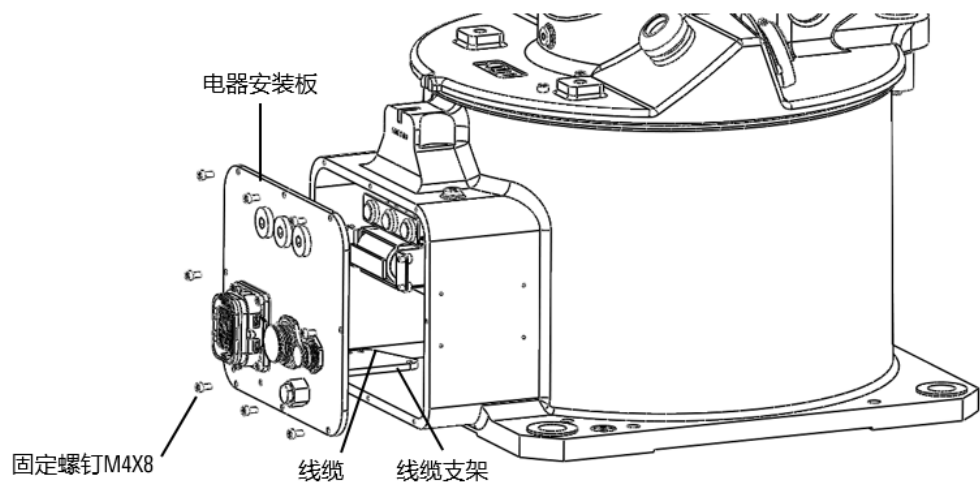

图 12-2 底座内部线缆示意图
- 步骤1. 拆卸电器安装板，如图 12-2 所示，抽出底座内部线缆。
- 步骤8. 按图 12-2 所示方向将线缆装入底座内部，在底座内呈“U 形”。